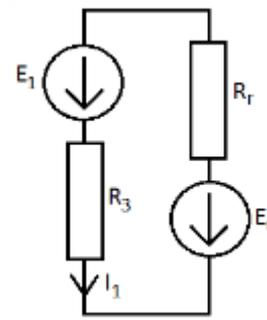

Рис. 130
1.5.4 Наконец, определяем искомый ток из схемы рис. 130